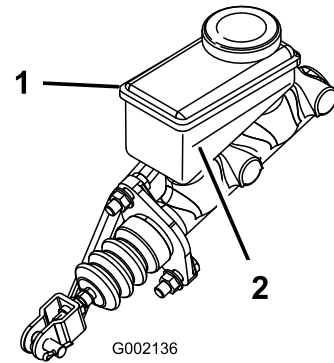

Figure 53
3. Observez le repère de niveau sur le côté du réservoir (Figure 53).
- B. Versez du liquide de frein DOT 3 dans le réservoir jusqu'à ce que le niveau dépasse le repère minimum (Figure 53).